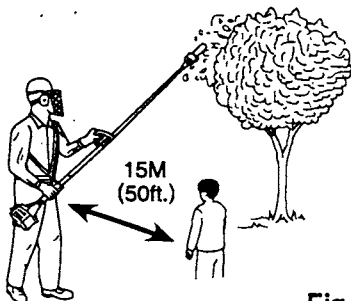

Fig.1-2
- Spectator and fellow workers must be warned, and children and animals prevented from coming nearer than 15M (50ft.) while the pole saw is in use. (Fig.1-2)
- Always wear head protection with full face shield to help protect against falling branches and debris. (Fig.1-2)
- Il faut avertir les spectateurs et les compagnons du danger. Il faut empêcher que les enfants et les animaux puissent venir plus proches de 15 mètres (de 50 pieds) lors de l'utilisation de la scie à perch. (Fig.1-2)
- Il faut porter toujours un protecteur de tête muni d'un masque de sécurité au complet pour pouvoir assurer la protection contre des branches et des débris tombés. (Fig. 1-2)